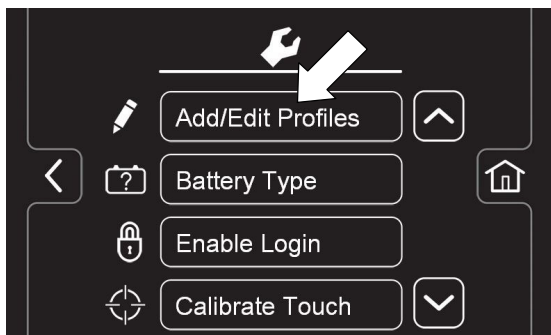

ABB. 141
1.  Drücken Sie die Taste "Profile Hinzufügen/Bearbeiten", um die Benutzerprofileinstellungen aufzurufen (Abbildung 141).